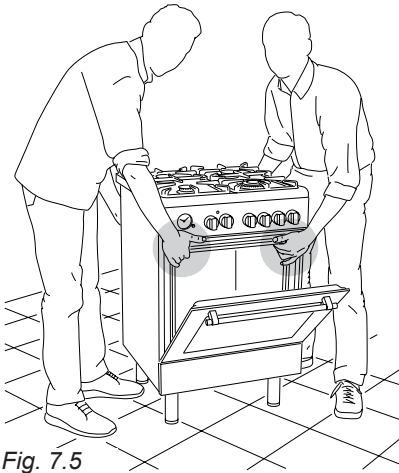

Fig. 7.5
**ATTENZIONE:** La cucina deve essere sempre raddrizzata da due persone per evitare di danneggiare i piedi (fig. 7.5).
**ATTENZIONE :** Quando si sposta la cucina nella sua posizione definitiva, **NON TRASCINARLA** (fig. 7.7), ma sollevare i piedi dal pavimento (fig. 7.5).